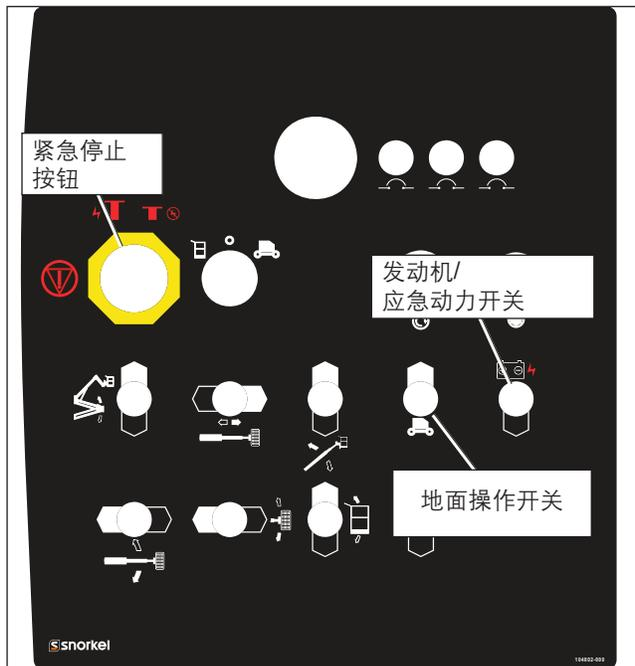

图 4.1 – 下部控制装置
在下部控制装置上，紧急停止装置是一个具有两个档位的按钮(请参见图 4.1)。
- 按照白色箭头所示方向朝下按住应急动力开关(请参见图 4.1 和 4.2)会启用应急动力系统。
如果下部控制面板上的控制开关意外移动，则地面操作开关(请参见图 4.1)可以防止臂杆和平台移动。